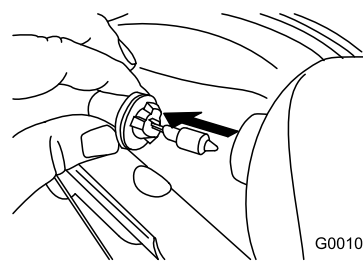

Figura 56
3. Togliete la lampadina dal retro del faro (Figura 56).